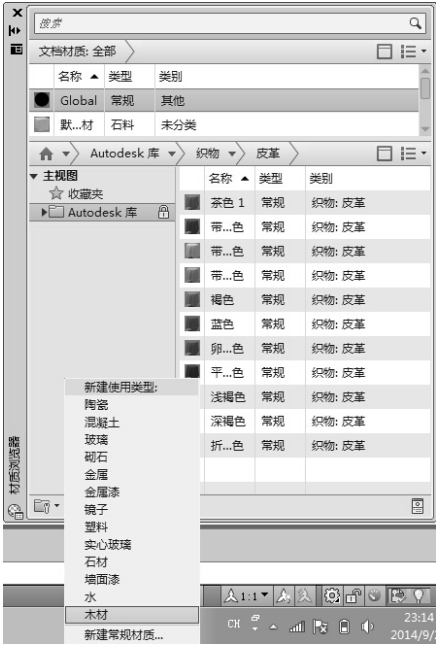

图 7-82 “材质浏览器”对话框
(1) 单击“渲染”工具栏上的“材质编辑器”按钮。
(2) 在弹出的“材质浏览器”对话框中，单击“创建新材质”按钮，在出现的菜单中，选择“新建常规材质”选项，如图 7-82 所示。